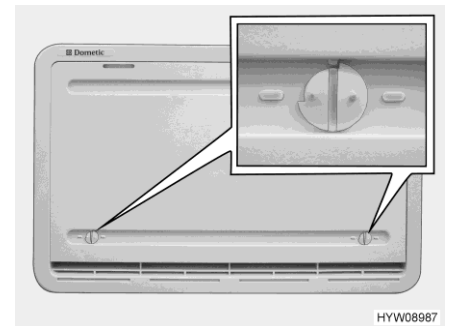

Fig. 148 Cubierta de invierno (rejilla de ventilación del frigorífico)
La cubierta de invierno (Fig. 148) protege el grupo de refrigeración de aire frío. Colocar cubiertas de invierno delante de ambas rejillas de ventilación del frigorífico si la temperatura exterior cae por debajo de +10 °C (tanto en caso de funcionamiento a gas como en caso de funcionamiento con electricidad).
- Abrir ambos bloqueos (Fig. 148) (la ranura está en posición horizontal).